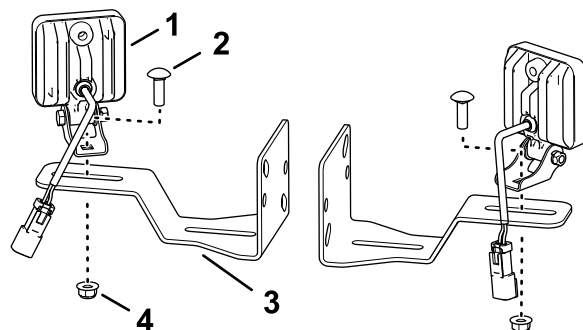

図 1
1. ライト取り付けブラケットに、LED ライトを取り付けるキャリッジボルト5/16 x 1"、フランジロックナット5/16"を使って図 1 のように取り付ける。